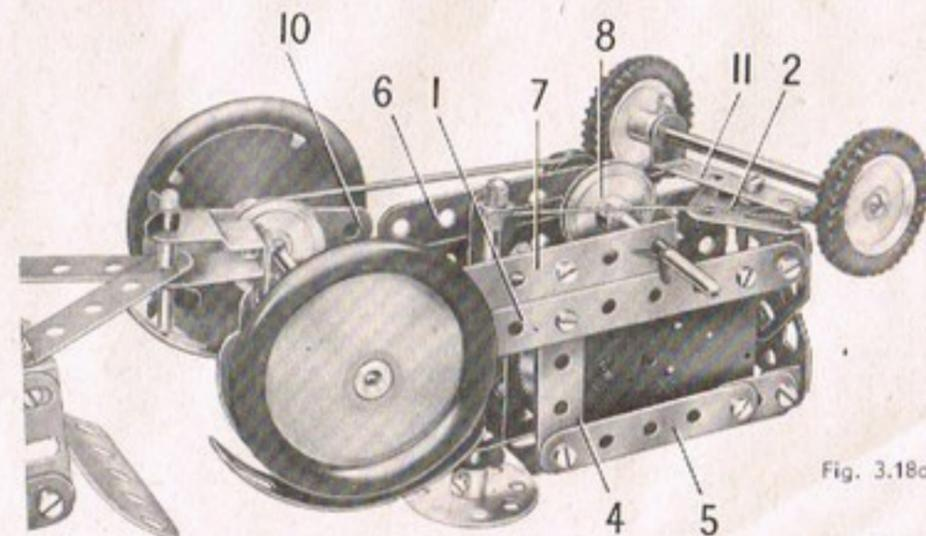

Fig. 3.18a
Chaque côté du châssis du tracteur est constitué par une bande de 11 trous (1). Ces bandes sont réunies à l'avant par une embase triangulée coudée (2) vissée sur des équerres, et à l'arrière par une bande de 5 trous (3), également fixée sur des équerres. Deux embases triangulées plates, boulonnées ensemble, sont fixées sur le rebord de l'embase triangulée coudée (2). Une bande de 5 trous (4) est fixée sur chacune des bandes (1). Les extrémités supérieures des bandes (4) sont réunies à des bandes de 5 trous (5) prolongées par des supports plats. Les bandes (5) sont reliées au radiateur par des équerres. Un moteur Magic est boulonné directement sur l'une des bandes (fig. 3.18a). Le dessus du capot est constitué par deux plaques flexibles de 6x4 cm. fixées sur des équerres boulonnées aux bandes (4) ; elles soutiennent une tringle de 9 cm. qui est munie d'une poulie de 25 mm. (8) reliée par une courroie de transmission à la poulie du moteur ; la tringle porte également une poulie de 12 mm. (9) qui entraîne une poulie de 25 mm. montée sur l'essieu arrière. La poulie de 12 mm. est fournie avec le moteur Magic. L'essieu arrière est une tringle de 10 cm. qui passe dans des plaques semi-circulaires (10) fixées aux derniers trous de la bande (3) par des équerres renversées.